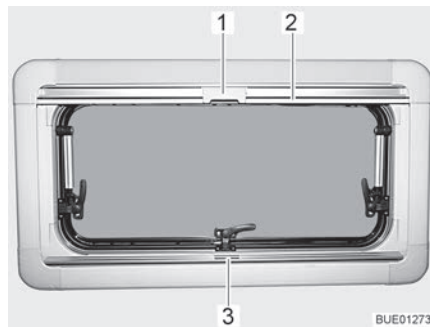
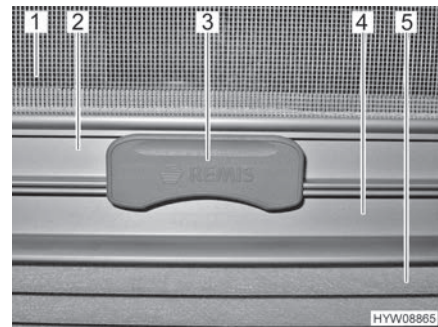

Bild 34 Överkantshängt fönster
Bild 35 Spärr
Plisségardinen (Bild 35,5) finns i den nedre rullgardinskassetten.
- Ta tag i mitten på plisségardinens list (Bild 34,3 och Bild 35,4) och drag den nerifrån och uppåt och släpp den vid önskad höjd. Plisségardinen stannar på denna höjd.
Insektsnätet (Bild 35,1) finns i den övre rullgardinskassetten.
- Drag, med listen (Bild 34,2 och Bild 35,2), ner insektsnätet tills listen stöter mot plisségardinen (Bild 35,4).
- Lås fast insektsnätets spärr (Bild 34,1 och Bild 35,3) på plisségardinens list. När spärren är låst, kan plisségardinen och insektsnätet justeras samtidigt.
- Tryck spärren (Bild 35,3) på insektsnätet uppåt.
- För långsamt tillbaka insektsnätet med listen (Bild 34,2).